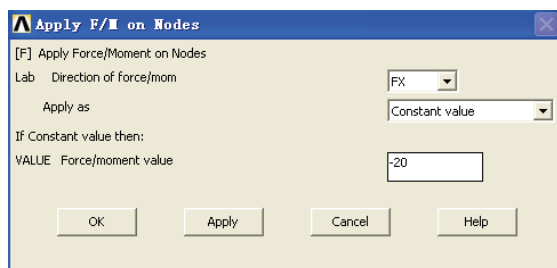

图 5-53 施加集中力载荷对话框
4) 选择 Main Menu | Solution | Define Loads | Apply | Structural | Force/Moment | On Nodes 命令, 出现 Apply F/M on Nodes 拾取菜单, 在输入栏中输入 11, 单击 OK 按钮, 出现 Apply F/M on Nodes 对话框, 参照图 5-53 对其进行设置。